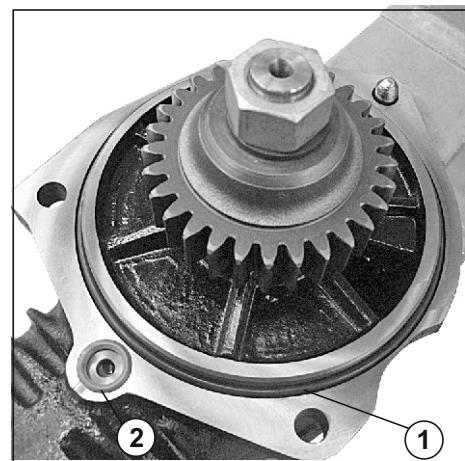

Рис. 118. Установка компрессора воздушного.
2. Установить в канавку на фланце прокладку **(2)** (312384), предварительно смазав ее маслом (см. Рис. 118).